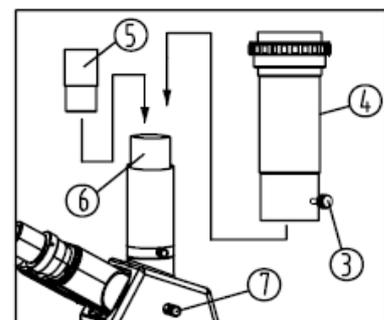

Figura 24
3. Afloje el tornillo de sujeción (3) y extraiga el adaptador fotográfico (4) (Figura 24).
4. Coloque el ocular 3,2x (5) en el porta-ocular (6), a continuación coloque el adaptador fotográfico (4) y sujete el conjunto con el tornillo (3).
5. Observe la imagen a través del cabezal binocular hasta obtener la máxima definición. Después, extraiga la palanca de desviación de luz (7) y efectúe la fotografía.